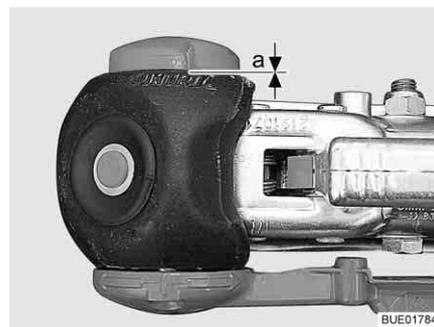

Fig. 198 Control de desgaste
- Distancia $a = 0$ (Fig. 198): Controlar los forros de fricción y cambiarlos si es necesario.